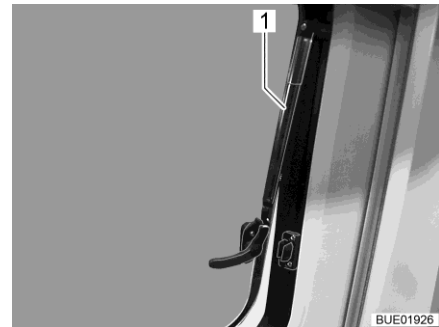

Bild 13 Ausstellfenster mit Automatik-Ausstellern, geöffnet
- Ausstellfenster bis zur gewünschten Stellung öffnen. Ausstellfenster mit Automatik-Aussteller (Bild 13,1) selbstständig einrasten lassen.